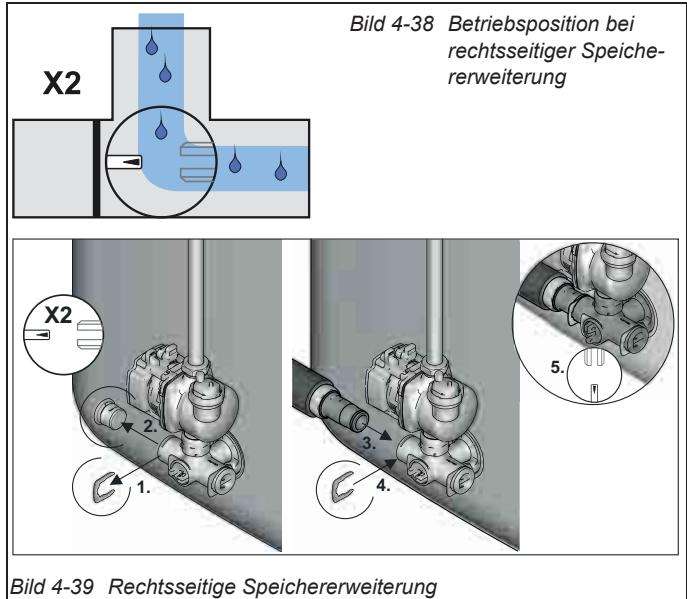

Bild 4-38 Betriebsposition bei rechtsseitiger Speichererweiterung
- X2: rechtsseitige Speichererweiterung, Bild 4-38.